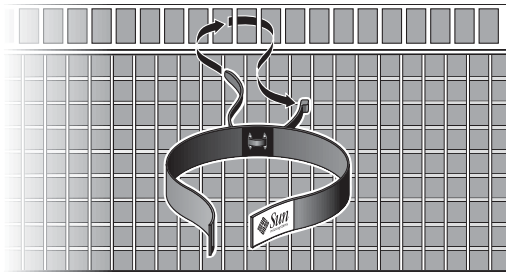

図 2-6 エアプリナムに付けた黒のタイラップ付きケーブルハンガーストラップ
3. 15.2 cm (6.0 インチ) の黒のタイラップ付きケーブルハンガーストラップ (No. 4) をエアプリナムの穴の部分にタイラップでしっかりと結びます (図 2-6)。